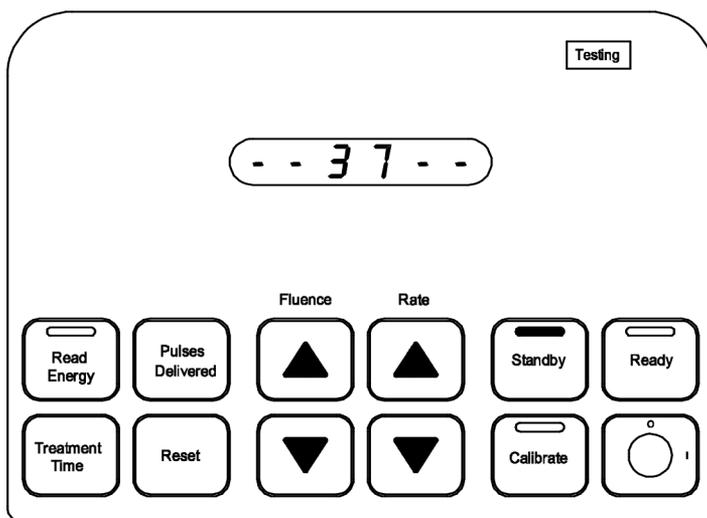

Figure 2
3. À la fin du test des témoins lumineux, les deux témoins de veille (**Standby**) et de test (**Testing**) sont allumés (Figure 2). Le numéro de version du logiciel s'affiche après le test des témoins lumineux.